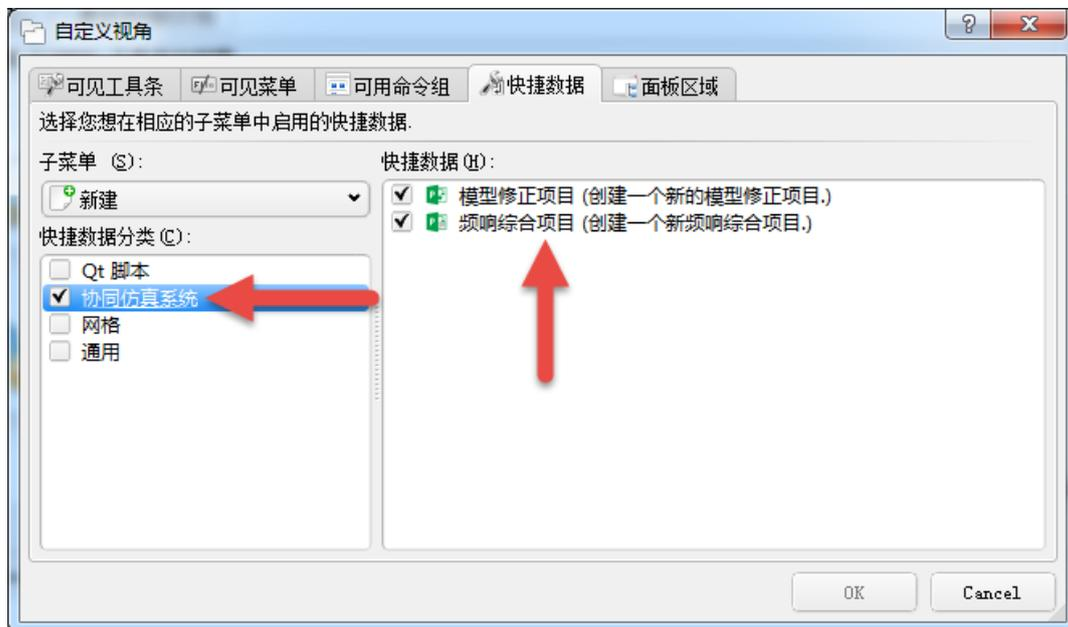

图 2.1 自定义视角界面
(2) SiPESC 平台界面调整。首先需要调出 SiPESC 平台的模型修正功能的快捷按钮。点击菜单栏“窗口→自定义视角”，弹出自定义视角的界面，如图 2.1 所示。点击上部菜单栏的“快捷数据”，在界面左侧“子菜单”的下拉菜单选择“新建”，在下面的选择区域勾选“协同仿真系统”，然后点击右下角的“确定”，自定义视角界面关闭，完成操作。